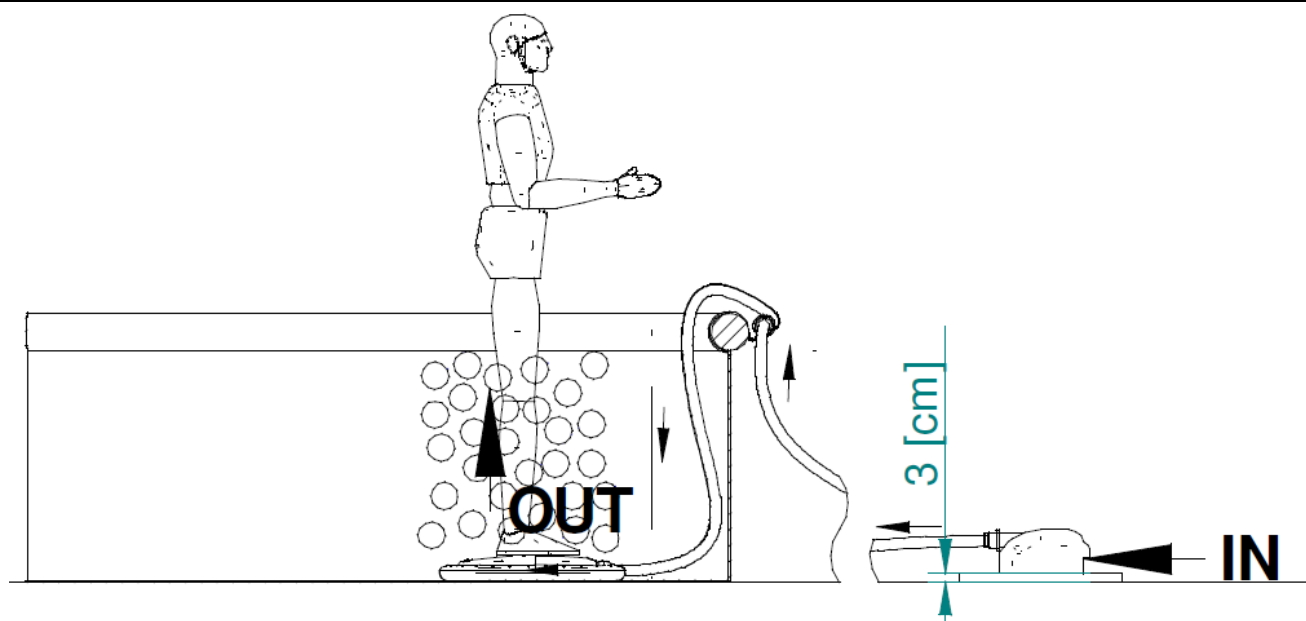

Fig. 2.
- **Aspirazione:** ingresso del prodotto (Fig. 2, IN).
- **Mandata:** uscita del prodotto (Fig. 2, OUT).